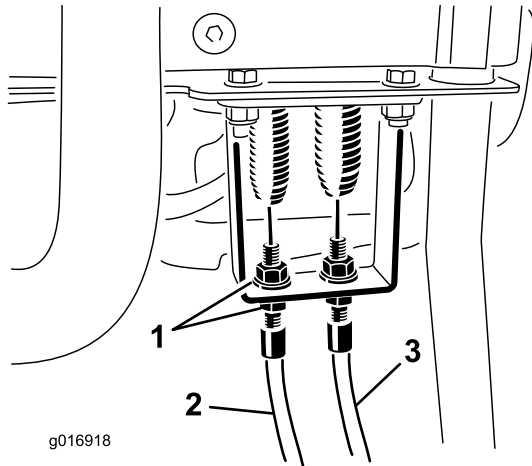

Figura 45
2. Compruebe que no hay holgura en el cable de control de tracción, en el muelle de extensión (Figura 45).
9. Ajuste las contratuercas del cable en el soporte para eliminar la holgura del cable sin alargar el muelle (Figura 45).
3. En el soporte de la palanca de control, afloje el cable de control del molinete hasta que haya holgura en el cable (Figura 45).